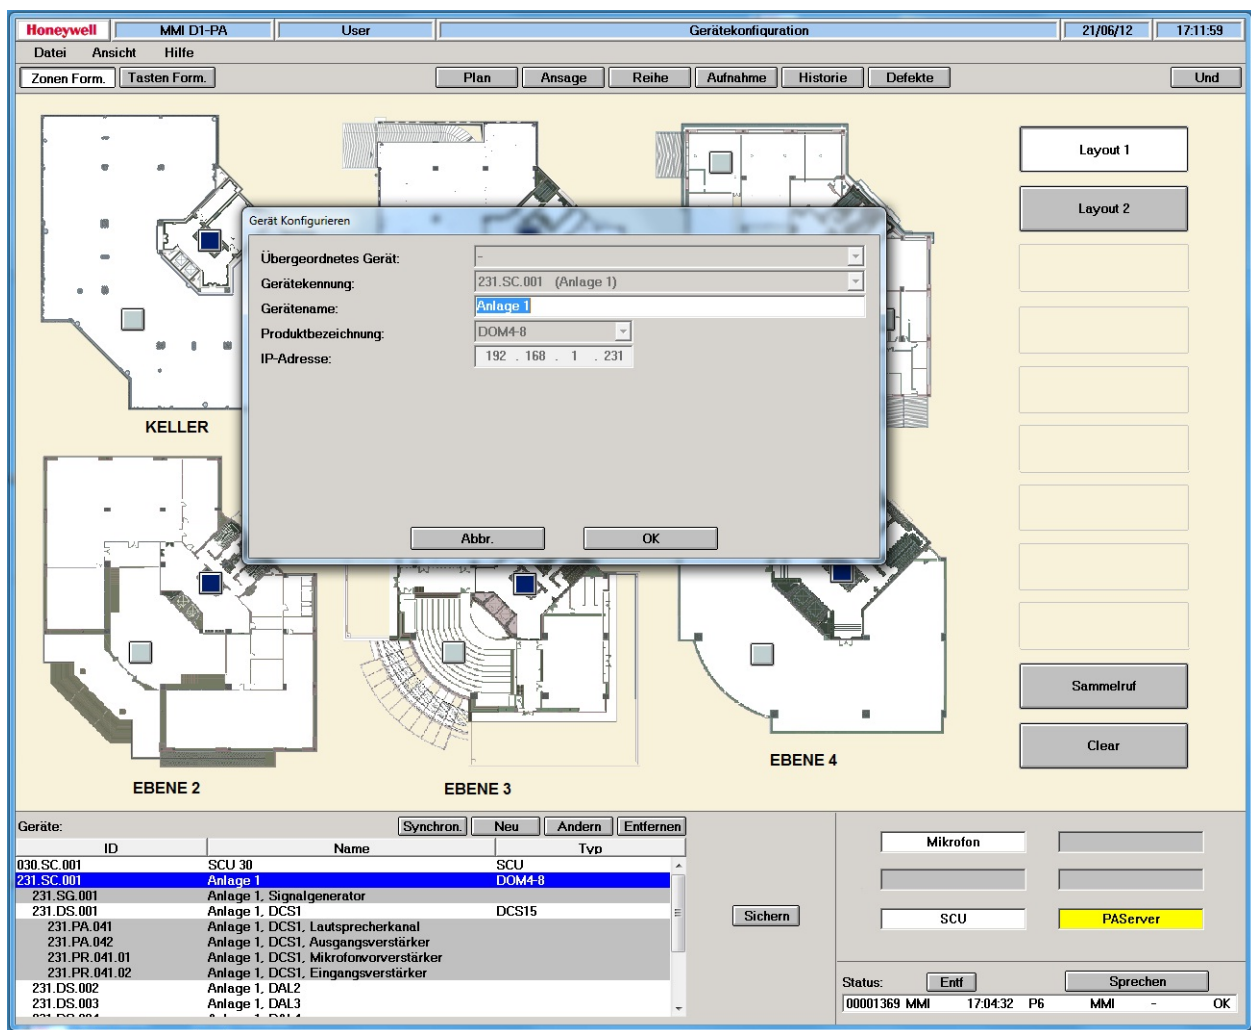

Abb. 11: Popup-Dialog zum Ändern der Konfiguration des in der Geräteliste ausgewählten Geräts
- Mit „Ändern“ wird ein Dialog geöffnet, der alle Konfigurationseinstellungen des ausgewählten Geräts anzeigt (siehe Abb. 11). Der Name des Geräts kann in diesem Dialog geändert werden. Änderungen der anderen Konfigurationseinstellungen sind nur durch Entfernen und Neuanlegen des Geräts möglich. Mit „OK“ wird ein neuer Name für das Gerät übernommen und der Änderungsdialog geschlossen.